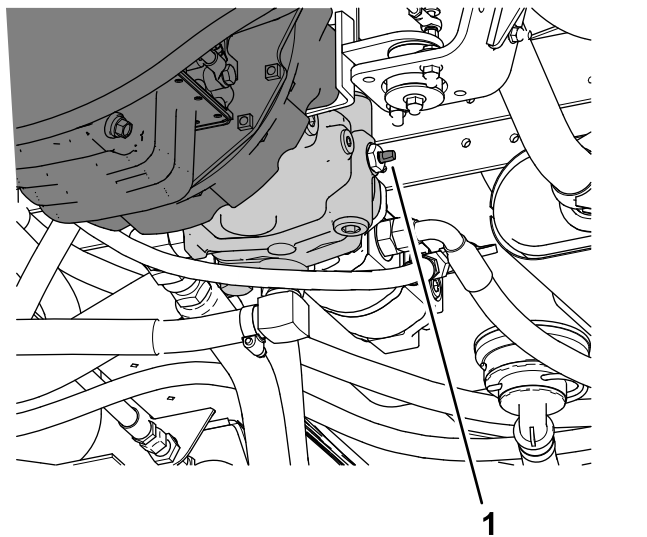

Figure 45
3. Tournez la vanne de remorquage (Figure 45) de 90° dans un sens ou dans l'autre pour l'ouvrir.